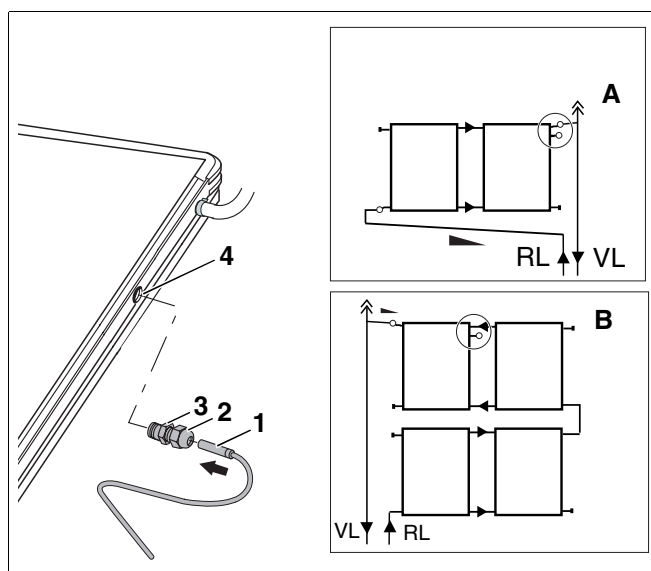

Fig.46 Ligar a sonda do colector
- Local de montagem (Fig. 46, **Item A**) nos sistemas de colectores de uma fila.
- Local de montagem (Fig. 46, **Item B**) nos sistemas de colectores de duas filas.
- ▶ Conduza a sonda do colector (Fig. 46, **Item 1**) através da união roscada de aperto (Fig. 46, **Item 2 e 3**) e introduza a sonda do colector aprox. 170 mm até ao encosto no casquilho de imersão (Fig. 46, **Item 4**).
- ▶ Aparafuse a parte inferior da união roscada de aperto (Fig. 46, **Item 3**) na rosca do casquilho de imersão (Fig. 46, **Item 4**).
- ▶ Aperte a união roscada de aperto (Fig. 46, **Item 2 e 3**).